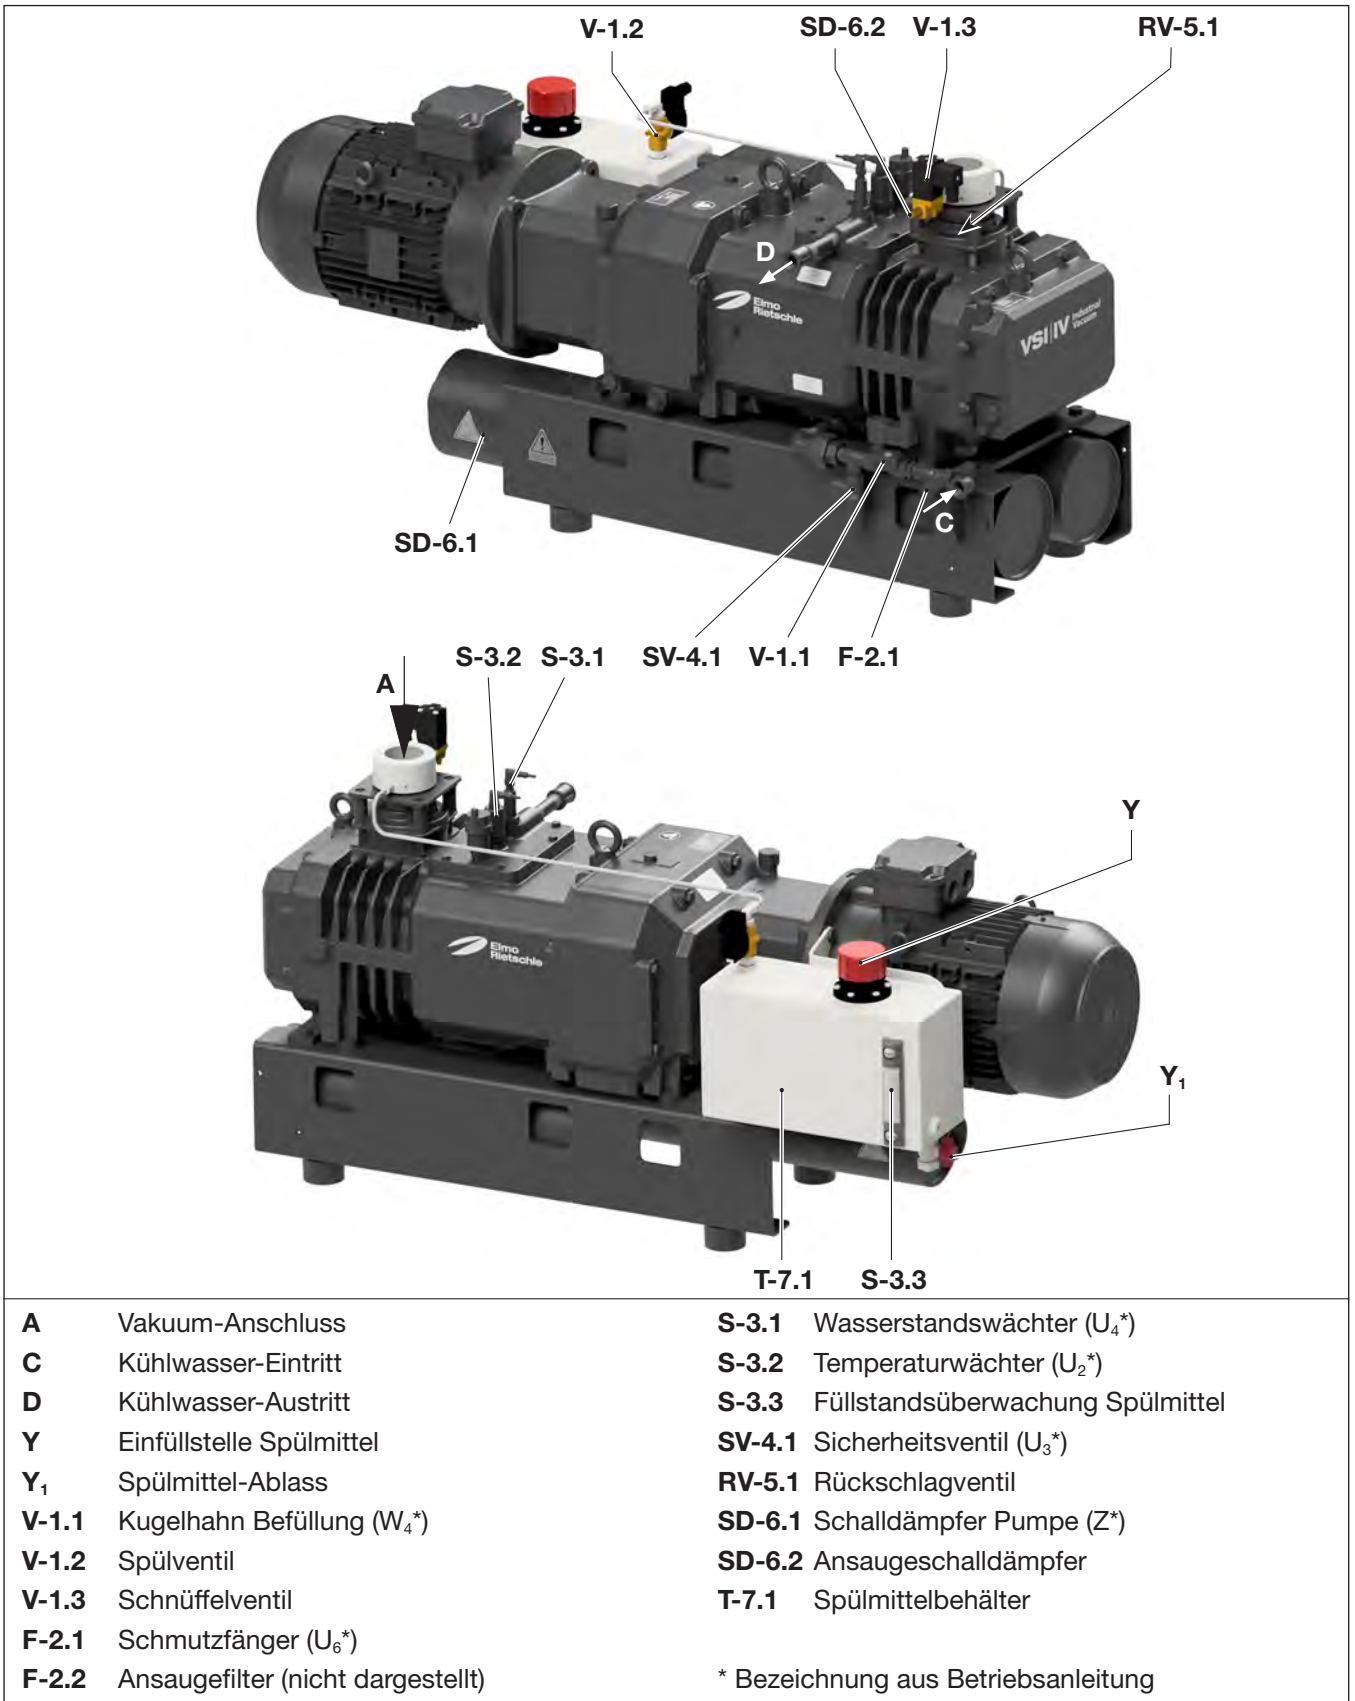
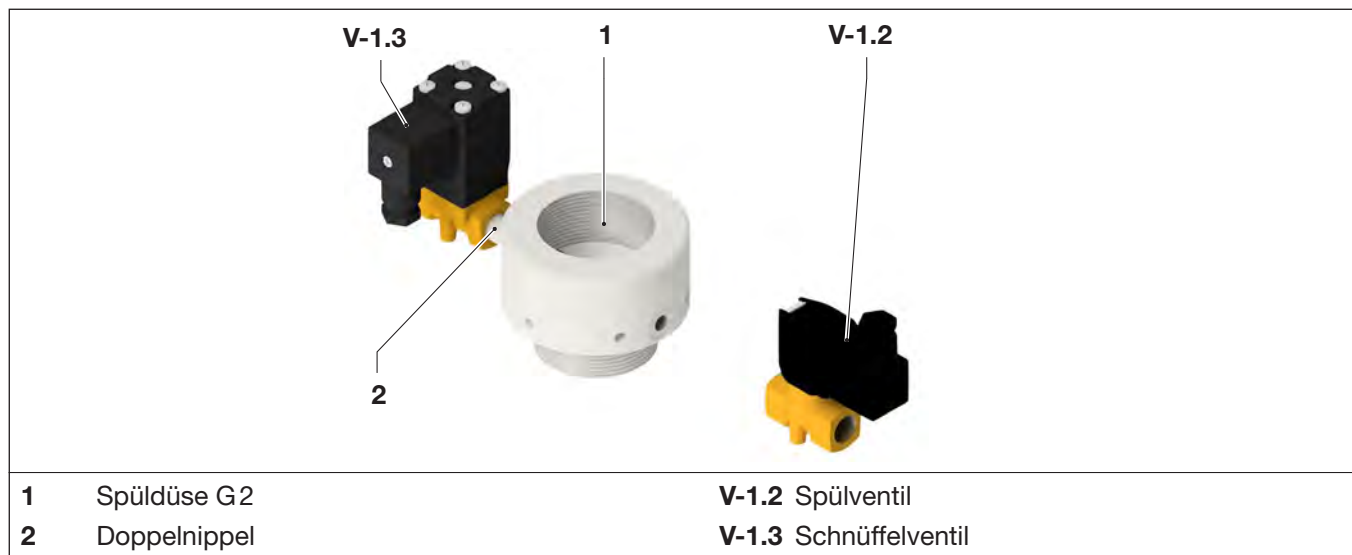

Abb. 1 Produktübersicht Spülmittleinrichtung
Abb. 4 Lieferumfang Spüleinrichtung lose, ohne Spülmittelbehälter
Das Spülen erfolgt durch ein geeignetes, kundenseitig festzulegendes Spülmittel, das in den angebauten Spülmittelbehälter (Abb. 1/T-7.1) eingefüllt werden muss. Während des Spülvorgangs wird das Spülmittel über ein angesteuertes Spülventil (Abb. 1/V-1.2) aus dem Spülmittelbehälter (Abb. 1/T-7.1) entnommen. Zur Überwachung des Füllstandes des Spülmittels ist eine optische Füllstandsanzeige (Abb. 1/S-3.3) am Spülmittelbehälter angebracht. Der Füllstand sollte regelmäßig überprüft und bei Bedarf Spülmittel nachgefüllt werden.
Wird die Spülmittleinrichtung lose geliefert, ist diese durch den Kunden selbst zu montieren. Der Lieferumfang umfasst die notwendigen Bauteile (siehe Stückliste des Lieferumfangs). Das Schnüffelventil (Abb. 4/V-1.3) inklusive Schalldämpfer (Abb. 1/SD-6.2) ist bereits an der Spüldüse montiert. Die verbindenden Rohrleitungen sowie der Spülmittelbehälter sind nicht Teil des Lieferumfangs.
- Die Spüldüse (Abb. 4/1) mit dem O-Ring auf den Vakuum-Anschluss (Abb. 1/A) der Pumpe aufschrauben.
- Das Spülventil (Abb. 4/V-1.2) über eine Rohrleitung an die Spüldüse (Abb. 4/1) anschließen. Beachten Sie die unterschiedlichen Anschlussgrößen!
- Das Spülventil (Abb. 4/V-1.2) an die kundenseitige Spülmittelzufuhr anschließen.
1. Die Schrauben-Vakuumpumpe VSI 301 XD läuft **5 Minuten** im Nachlauf bei geschlossenem Saugventil (nicht im R+I Schema dargestellt) und geöffnetem Schnüffelventil (Abb. 1, 4/V-1.3).
**Hinweis:** während des gesamten Spülprozesses bleibt das Schnüffelventil (Abb. 1, 4/V-1.3) geöffnet und das Saugventil geschlossen.
2. Nach Ablauf der 5 Minuten das Spülventil (Abb. 1, 4/V-1.2) für **30 Sekunden** öffnen (1. Spüldurchgang).
3. Anschließend das Spülventil (Abb. 1, 4/V-1.2) für **3 Minuten** schließen (Spülpause).
4. Danach für weitere **30 Sekunden** das Spülventil (Abb. 1, 4/V-1.2) erneut öffnen (2. Spüldurchgang).